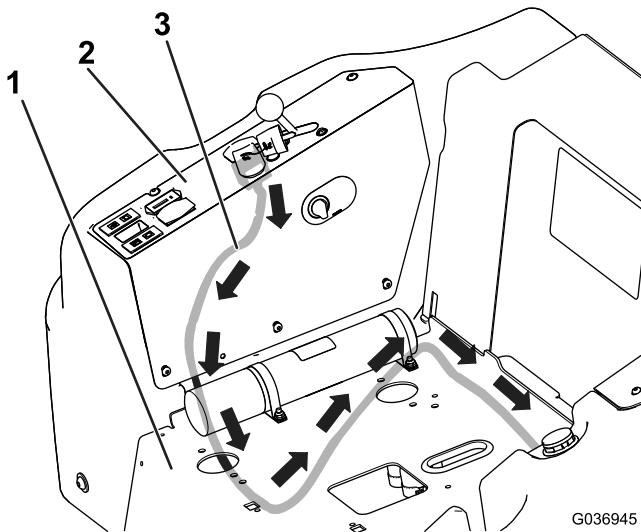

図 4
5. ワイヤハーネスをコントロールパネルの下から座席プレートへ図4のように通す。